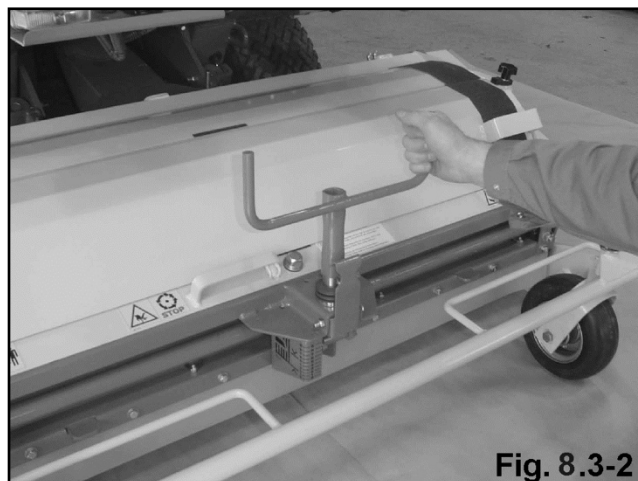

Fig. 8.3-2
- Obrócić dźwignię (rys. 8.3-2).